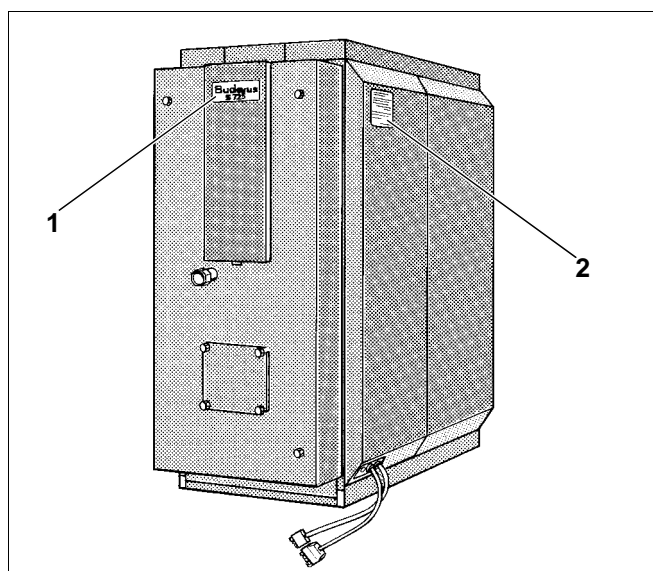

Abb. 22 Prinzipabbildung
- Geräteschild oben an der Türblende befestigen (Abb. 22, **Pos. 1**).
- Typenschild an der Kesselseitenwand befestigen (Abb. 22, **Pos. 2**).